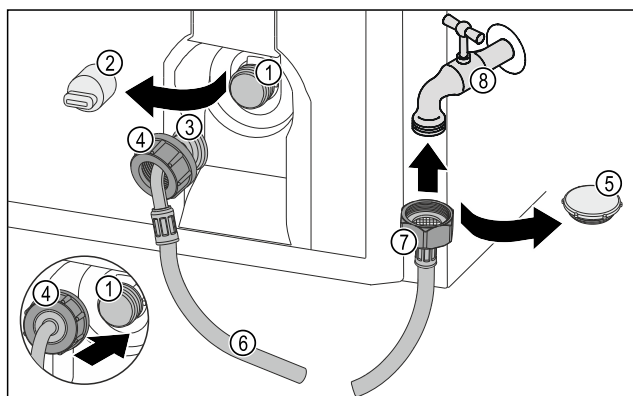

Fig. 23
- ▶ Retirer le capuchon de fermeture Fig. 23 (5).
- ▶ Placer l'extrémité de flexible droite Fig. 23 (7) sur le robinet d'eau Fig. 23 (8).
- ▶ Serrer l'écrou sur l'extrémité de flexible droite Fig. 23 (7) dans le sens des aiguilles d'une montre.